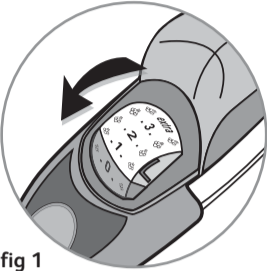

fig 1
- Débranchez votre fer avant de le remplir et placez la commande Vapeur sur \*.0.\* (fig 1).